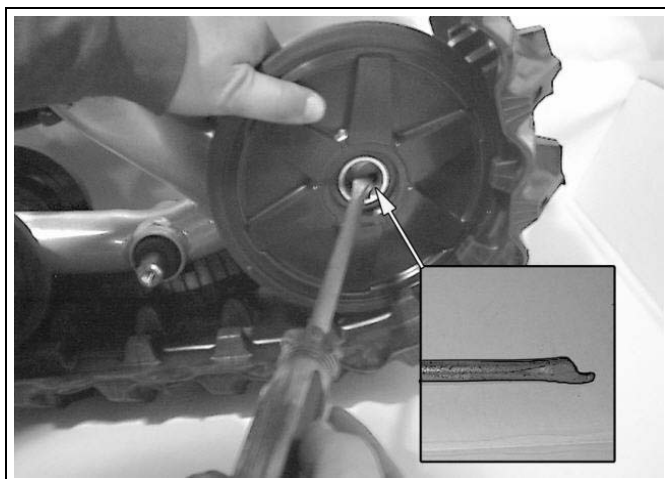

Figure 18
- Si on travaille ensuite sur le système de traction arrière, réinstaller les roues de 133-mm . Voir la Figure 18.